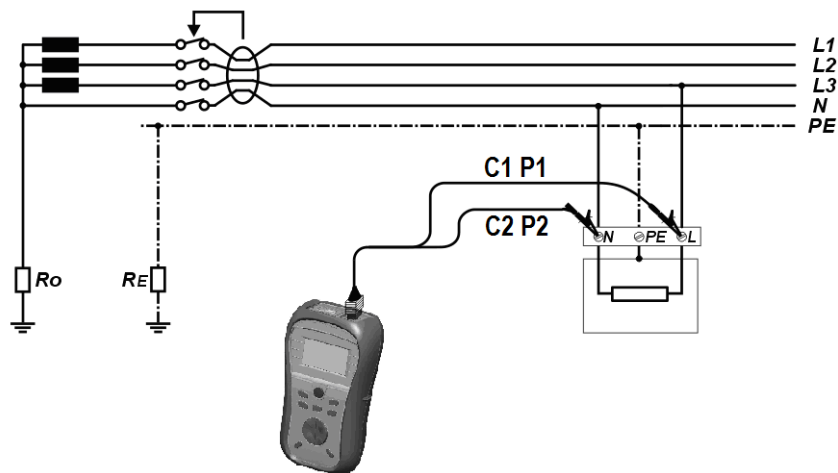

Abbildung 6.9: Anschluss für die Spannungsmessung
- Schließen Sie die Prüfspitzen oder Krokodilklemmen an C1, P1 und C2, P2 und schließen Sie diese an die Messpunkte an (siehe Abbildung 6.9).